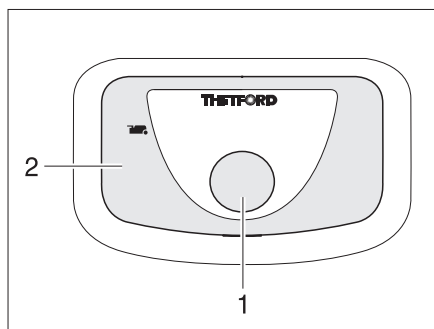

Fig. 277 Bouton pour la chasse d'eau/
- Pour actionner la chasse d'eau, appuyer sur le bouton bleu (Fig. 277,1) .
Le voyant de contrôle (Fig. 277,2) s'allume lorsque la cassette Thetford doit être vidée.